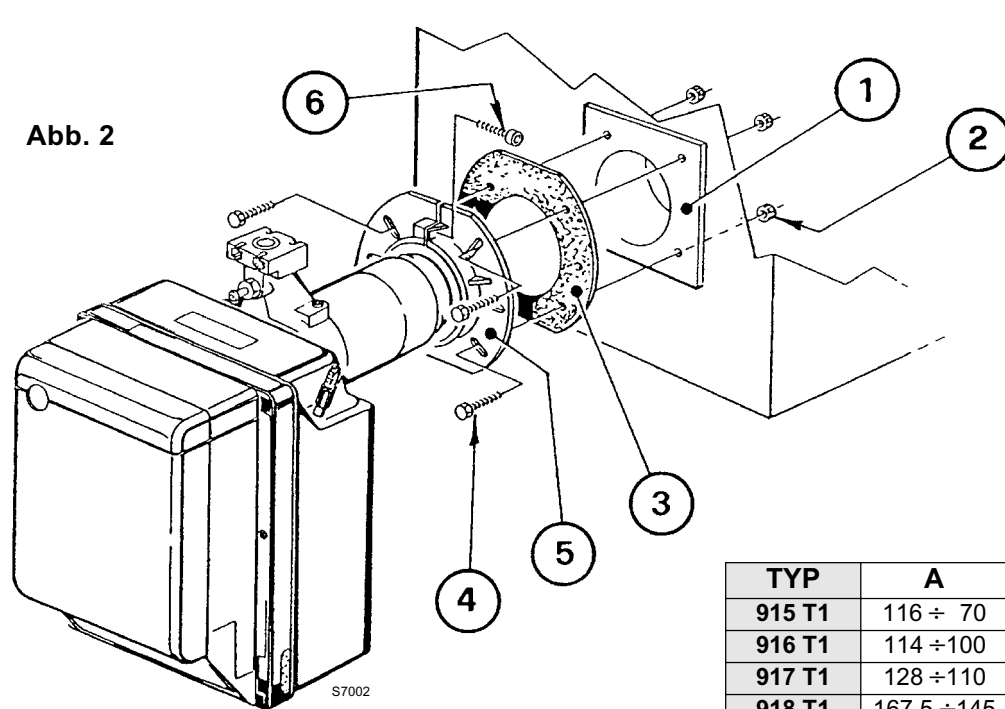
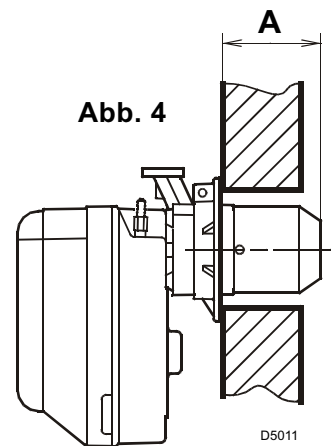

Abb. 2
Abb. 4
- Mit den Schrauben (4) (*falls erforderlich*) den Muttern (2) an der Kesseltür (1) den Flansch (5) **mit Isolierdichtung (3) montieren**, aber eine der zwei höheren Schrauben losschrauben (siehe Abb. 2).
- Den Verbrennungskopf des Brenners an dem Flansch einsetzen (5), den Flansch mit der Schraube (6) anziehen und dann die Schraube (4) blockieren, die losschraubt war.
**Anmerkung:** Der Brenner kann mit dem veränderlichen Maß (A) befestigt werden (Siehe Abb. 4).